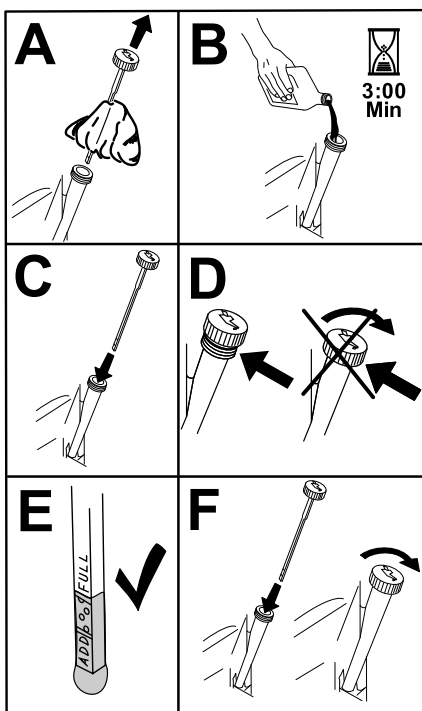

Рисунок 25
5. Медленно залейте приблизительно 80% масла указанного типа в заливную горловину и затем медленно добавляйте масло, чтобы довести его уровень до отметки Full (Полный) (Рисунок 25).
3. Заполните картер свежим маслом соответствующего типа (Рисунок 25).